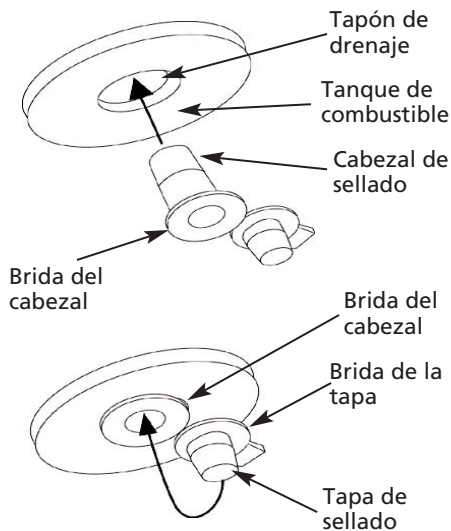

Figura 13 – Reinstalación del Tapón de Drenaje
- Inserte totalmente el cabezal de sellado del tapón en el agujero de drenaje en forma que la brida del tapón esté al ras con el fondo o parte inferior del tanque. Consulte la Figura 13.
- Inserte totalmente la tapa de sellado en el agujero del cabezal de manera que la brida de la tapa esté al ras con la brida del cabezal. Consulte la Figura 13.